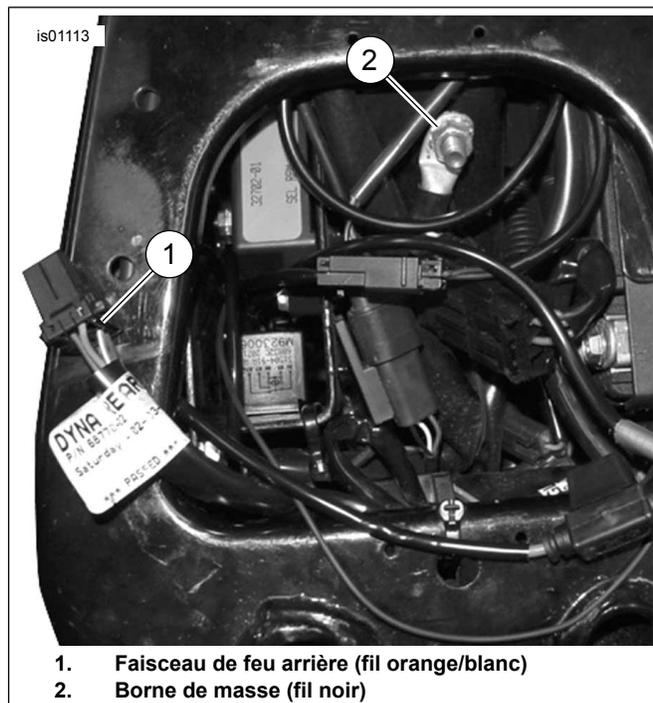

Figure 1. Connexions d'alimentation et de masse (modèles Dyna)
3. Voir Figure 1. Couper le fil noir sur le faisceau de fils Zumo en fonction de la distance du raccordement de masse. Sertir la borne circulaire sur l'extrémité du fil selon les instructions du sertisseur Packard dans l'annexe du manuel d'entretien.
- Voir Figure 1. Couper avec précaution une partie de la gaine du faisceau principal à l'intérieur du couvercle latéral à un point accessible. Couper un conducteur d'alimentation orange/blanc du faisceau principal.